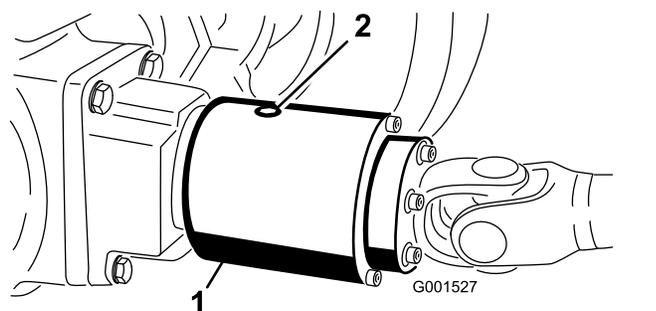

Figura 62
2. Girate la frizione (Figura 62) in modo che il tappo di controllo sia in posizione ore 4.